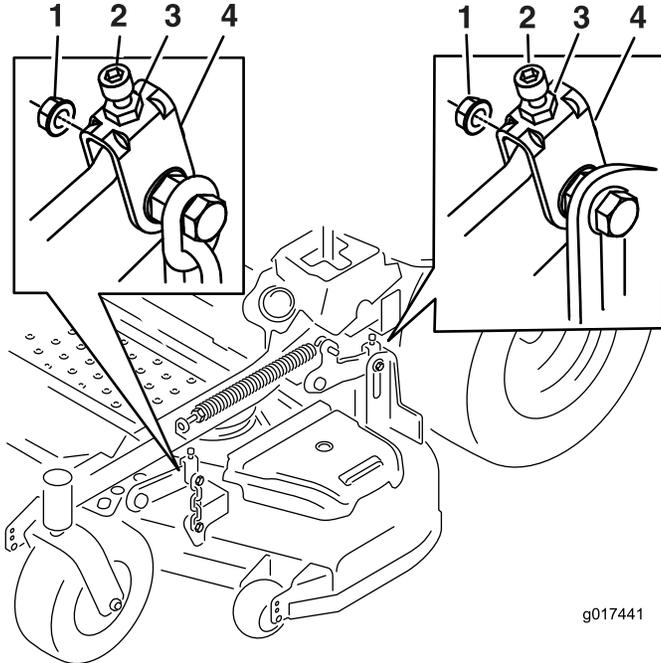

Figura 73
10. Si es necesario, afloje la tuerca "whizlock" del lateral de la horquilla y la contratuercas de la parte superior (Figura 73).
17. Gire el tornillo de ajuste hasta obtener una altura de 8.3 cm (3-1/4 pulg) (Figura 73).